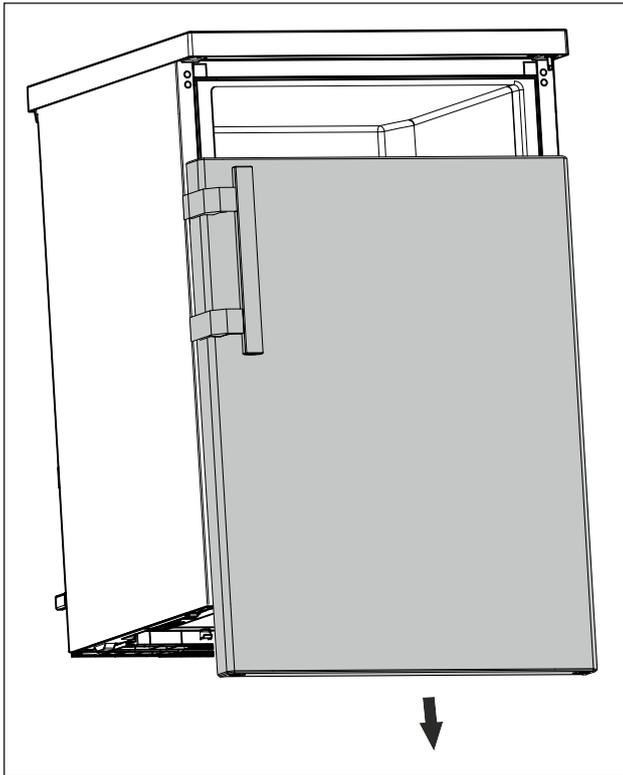

Fig. 16
- ▶ Skinite vrata prema dolje. (pogledajte Fig. 16)